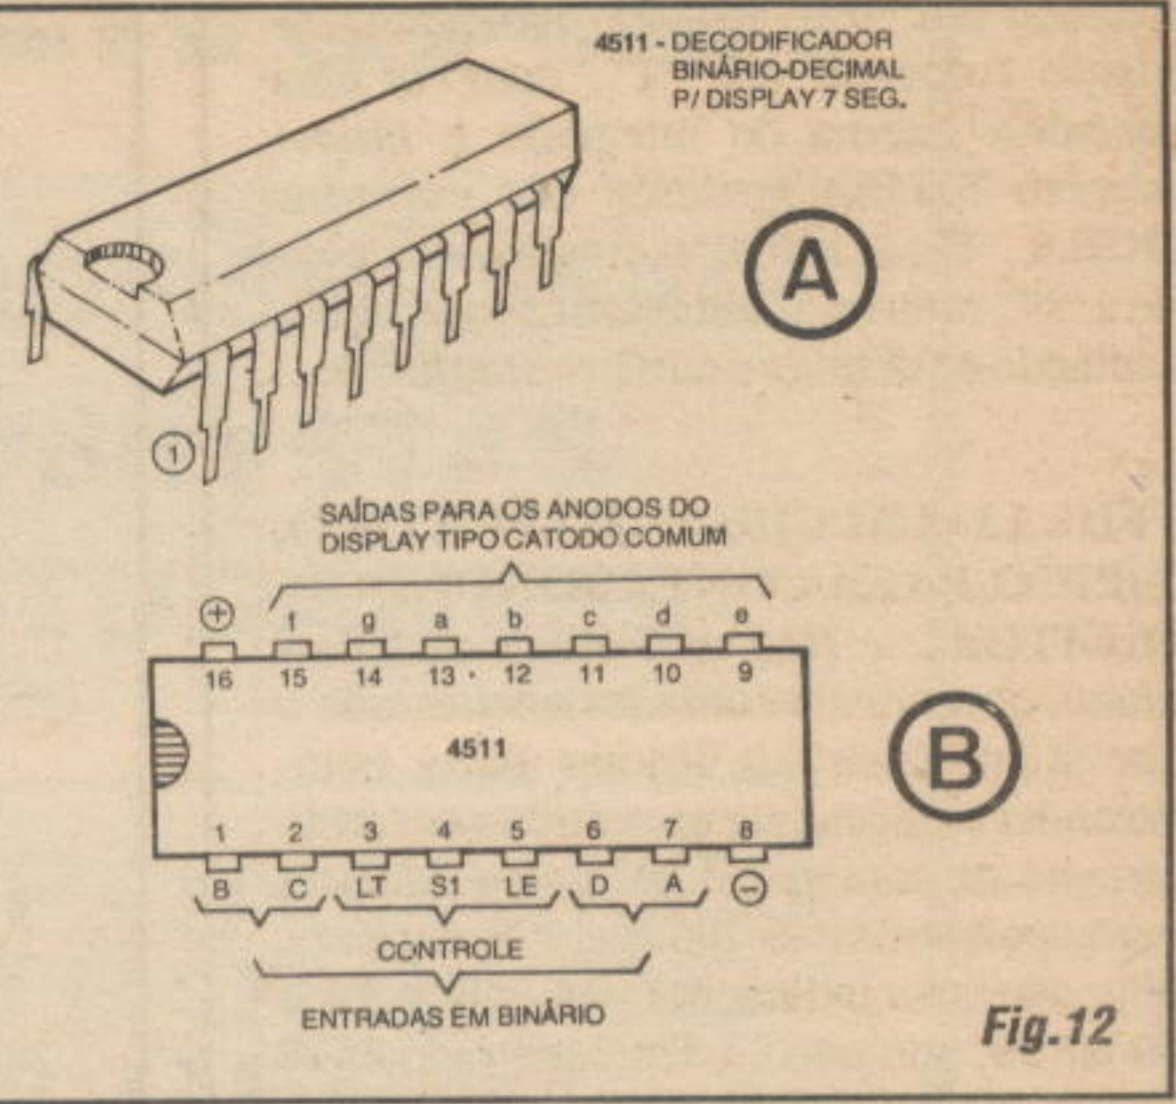

Fig. 12
**- FIG. 12 - EXEMPLO DE INTEGRADO DECODIFICADOR P/DISPLAY... -**